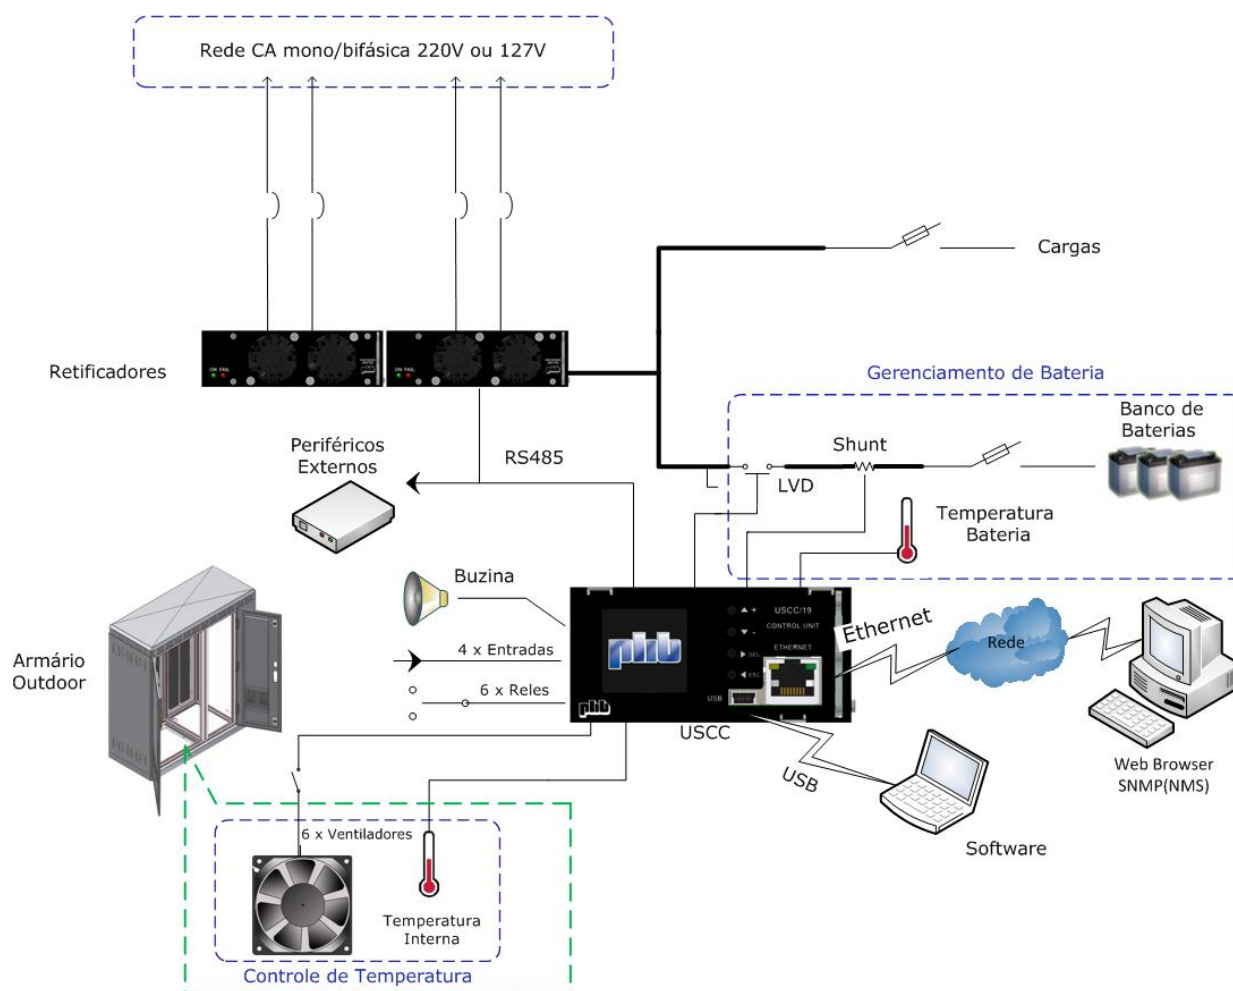

Figura 1 - Diagrama de blocos simplificado.
O Sistema de Retificadores (SR) modelo SR30A-48V/09 é apropriado para aplicações que requerem um alto nível de confiabilidade e compactação, sendo composto por duas Unidades Retificadoras de -48V/15A, Unidade de Supervisão e Unidade de Distribuição e Desconexão, integrados em sub-bastidor de 19" com apenas 1U de altura. Seu layout modular propicia facilidade de operação e manutenção. O SR pode ser ilustrado pelo diagrama apresentado na figura 1.